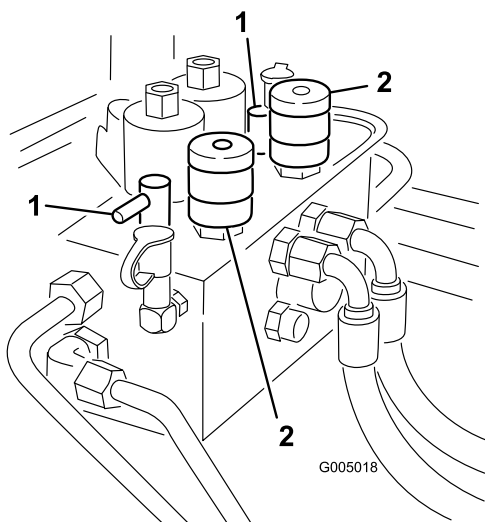

Bild 84
3. Machen Sie die Spindeldrehzahl-Handräder und Läppen-Handräder (Bild 84) ausfindig. Drehen Sie die gewünschten Läppen-Handräder auf die Läppen-Stellung sowie das gewünschte Spindeldrehzahl-Handrad auf die Stellung 1.